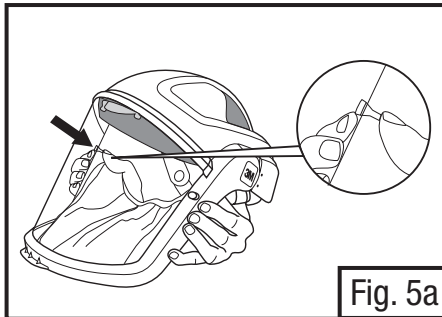
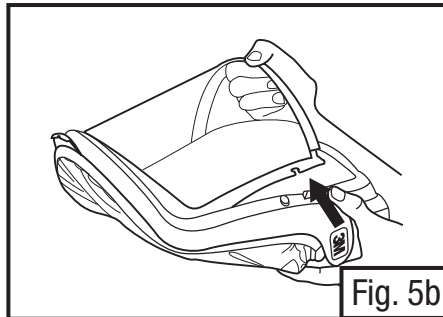

Fig. 5a
Fig. 5b
- Lorsque le cadre de la visière est abaissé (pièces faciales des séries M-100 et M-300), dégager les boutons du cadre de la visière en les poussant vers l'extérieur, en partant de l'intérieur du cadre de la visière, jusqu'à ce qu'un dé clic se fasse entendre (Fig. 5a). Relever complètement le cadre de la visière, puis tirer sur la visière pour la retirer du cadre (Fig. 5b). Pour les pièces faciales de série M-400, il peut être plus facile de dégager les boutons et d'enlever la visière du cadre lorsque le cadre de la visière est relevé.
- Avec l'ensemble visière en position relevée, installer la nouvelle visière en l'insérant dans la rainure du cadre, en prenant soin d'aligner les encoches de la visière avec les boutons du cadre de la visière. S'assurer que la visière est complètement insérée dans la rainure (Fig. 5b).